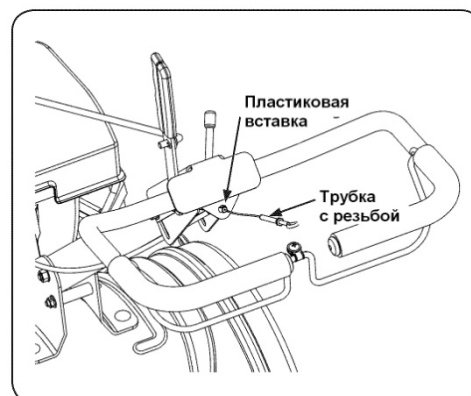

Рис.6
3. Пропустите тросик через отверстие в центре ручки и защелкните в пластиковой вставке. См. Рис. 6.